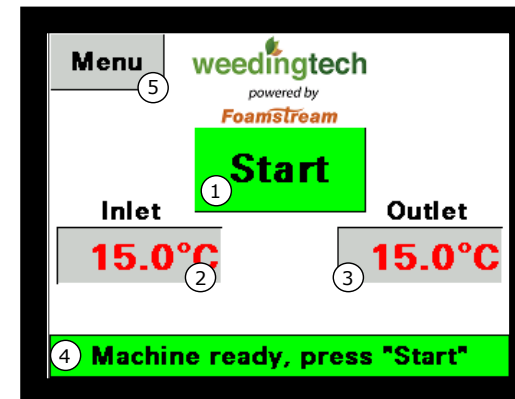

Figure 14 - Écran de démarrage de l'API
- ✓ Attendre que la purge soit terminée. Un nouvel écran apparaîtra, représenté dans la Figure 14.
Quand la M600 est prête à démarrer, l'écran ci-dessous apparaîtra (comme dans la Figure 14)